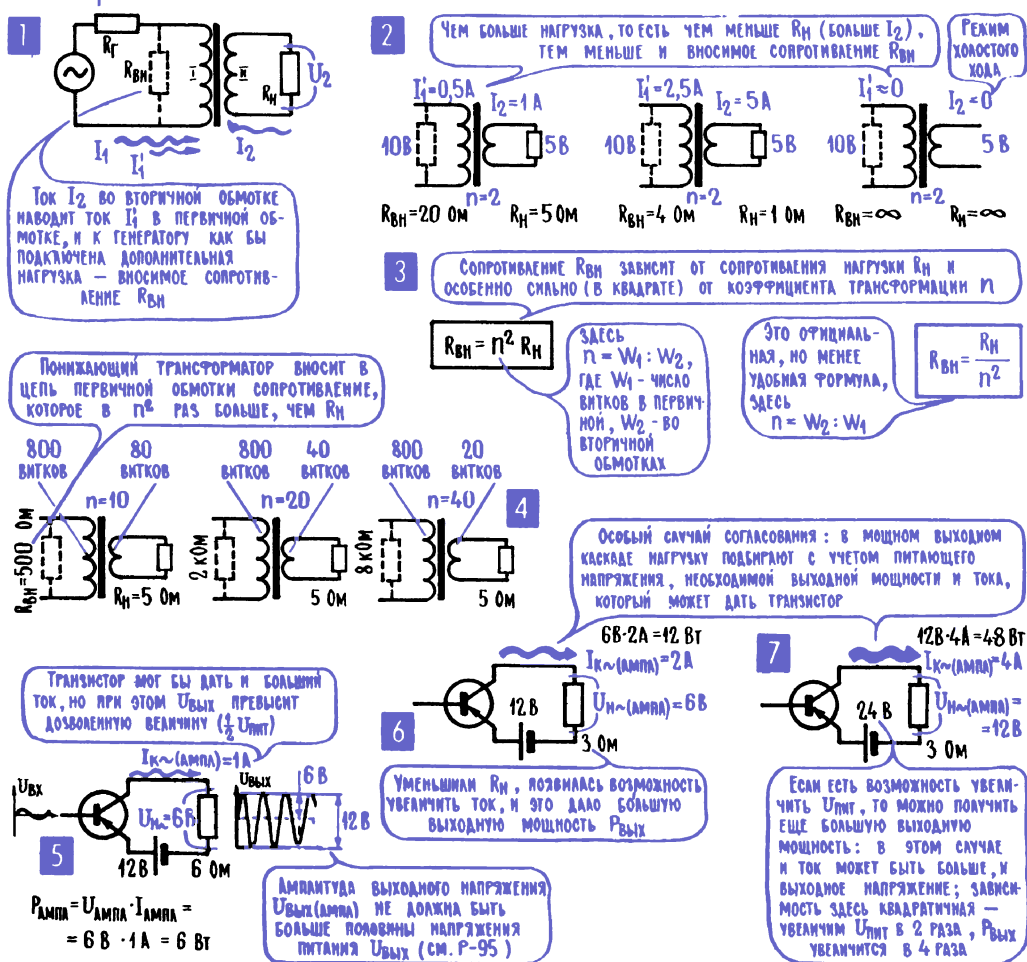

Рис. 12.3. Согласование с помощью трансформаторов
7. При трансформаторном включении нагрузки в цепи генератора действует вносимое сопротивление, которое может быть больше или меньше, чем сопротивление самой нагрузки. Вспомните, как работает трансформатор (гл. 6; 25): переменное напряжение U_1 , подведенное к первичной обмотке I, создает в ней переменный ток I_1 ; он наводит переменное напряжение U_2 и создает ток I_2 во вторичной обмотке II (рис. 12.3). Но на этом дело еще не кончается: ток I_1 сам создает переменное магнитное поле и наводит ток I'_1 в первичной обмотке. Если, вернувшись к старому нашему методу мысленных экспериментов, снять с трансформатора вторичную обмотку, а первичную подключить к генератору, то ток в этой одинокой первичной обмотке будет сравнительно небольшим, он определится лишь в основном индуктивным сопротивлением x_L . А если вернуть на место вторичную обмотку и подключить к ней нагрузку, ток в первичной обмотке резко увеличится. Это как раз и начнет работать ток I_1 – он начнет наводить ток I'_1 в первичной обмотке. Тот факт, что к первичной обмотке трансформатора подведено напряжение U_1 и в ней течет ток I_1 , означает, что в этой обмотке имеется какое-то сопротивление, устанавливающее связь между током и напряжением ($R = U / I$; гл. 4; 3). А поскольку сам ток I'_1 как бы вносится в первичную обмотку из вторичной обмотки, то и сопротивление $R = U \cdot I_1$ называют вносимым сопротивлением $R_{\text{вн}}$.
Итак, мы уменьшаем R_H , увеличиваем тем самым ток I_2 во вторичной обмотке. И тут же увеличится наведенный в первичную обмотку ток I_1' . А это значит, что сопротивление $R_{вн}$ зависит от сопротивления нагрузки R_H (рис. 12.3; 2, 3) — чем меньше R_H , тем меньше и вносимое сопротивление $R_{вн}$. В предельном случае, когда R_H бесконечно велико (цепь вторичной обмотки не замкнута, холостой ход), $R_{вн}$ тоже бесконечно велико, то есть, проще говоря, его нет.
ков в первичной и вторичной обмотках (рис. 12.3; 4, 5, 6). Причем зависит очень сильно – коэффициент трансформации дважды влияет на величину $R_{\text{вн}}$. Первый раз, когда из первичной обмотки во вторичную наводится ток I_1 , и второй раз, когда обратно из вторичной обмотки в первичную наводится ток I_1' . Поэтому $R_{\text{вн}}$ зависит от квадрата коэффициента трансформации n : увеличьте его в два раза, и вносимое сопротивление возрастет в четыре, увеличьте n в 5 раз, и $R_{\text{вн}}$ возрастет в 25 раз (рис. 12.3; 4).